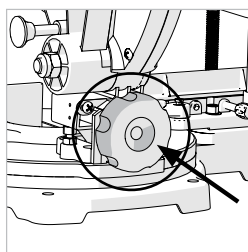

Fig. 21A
- Allentare la vite di bloccaggio conico . (**Fig. 21a**)